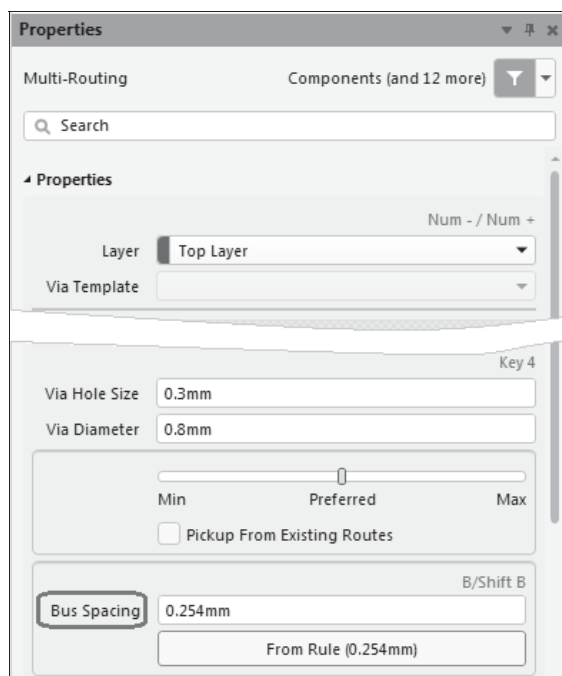

Рис. 6.20 Редактирование параметров мультитрассы
4. Для изменения зазора между проводниками трассы следует клавишей <Tab> активизировать «горячее» редактирование. При этом панель **Properties** открывается в режиме редактирования мультитрассы **Multi-Routing** (рис. 6.20).